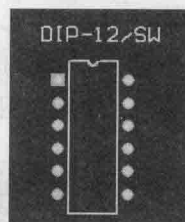
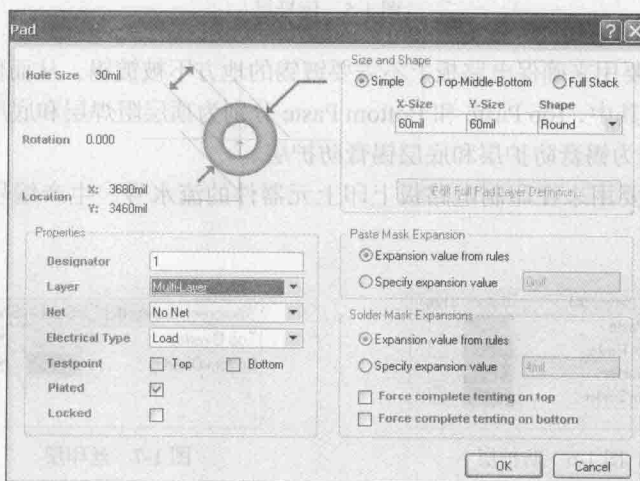

图 1-10 直插式封装元器件外观
图 1-11 焊盘属性设置为多层
(1) 直插式封装:指将元器件的引脚插过焊盘导孔,然后再进行焊接,如图 1-10 所示。值得注意的是,在采用直插式封装设计焊盘时应将焊盘属性设置为多层 (Multi-Layer),如图 1-11 所示。